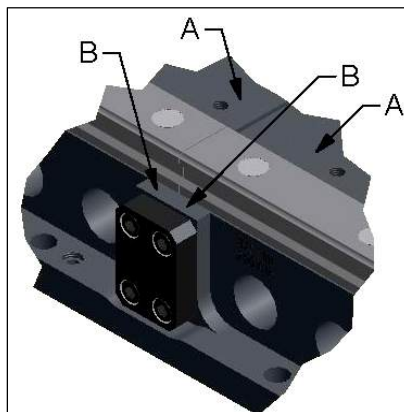

Figura 3
9. Conecte un indicador de cuadrante con base magnética a uno de los rieles lineales y verifique la alineación de los dos puntos A y B, como se muestra en la Figura 3. Los puntos «A» deben estar a una distancia de 0,001 pulgada entre sí, y los puntos «B» también deben estar a una distancia de 0,001 pulgada entre sí. Si no lo están, repita los pasos 5 a 8.
14. Conecte un indicador de cuadrante con base magnética a uno de los rieles lineales y verifique la alineación de los dos puntos A y B, como se muestra en la Figura 3. Los puntos «A» deben estar